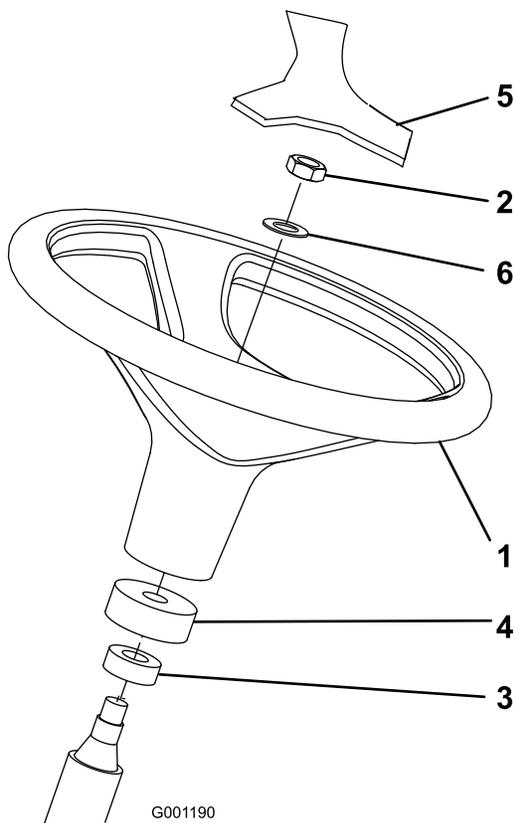

Figure 3
1. Déposez le volant du support d'expédition (Figure 3).
**Remarque:** Vérifiez que la bague en mousse et le cache-poussière se trouvent sur l'arbre de direction (Figure 3).
3. Glissez le volant et la rondelle sur l'arbre de direction (Figure 3).
5. Posez le couvre-moyeu sur le volant (Figure 3)